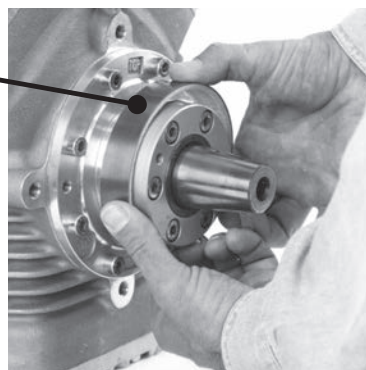

Fig. 2
- Retirar el anillo colector de aceite de fuga (9) y la pieza de fieltro, si la hay (según la versión, 8a u 8b) (véase para ello fig. 2, p.17).
- Aflojar los tornillos (7) de la cubierta del anillo deslizante (6).
- Eliminar los restos de sellante y retirar la junta de la cubierta del anillo deslizante (5) de la brida de apoyo.
- Retirar el anillo colector de aceite de fuga (véase fig. 2)